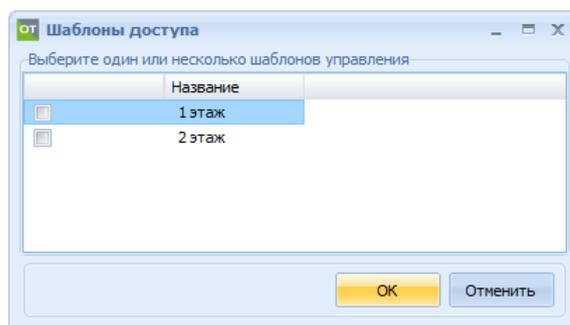

Рисунок 25.12 – Окно «Выбор шаблонов безопасности»
– **Шаблон** – выбрать один из настроенных шаблонов безопасности, в этом случае предыдущие поля заполнять не требуется (рисунок 25.12). Создание шаблонов охраны описано в пункте 25.2.8